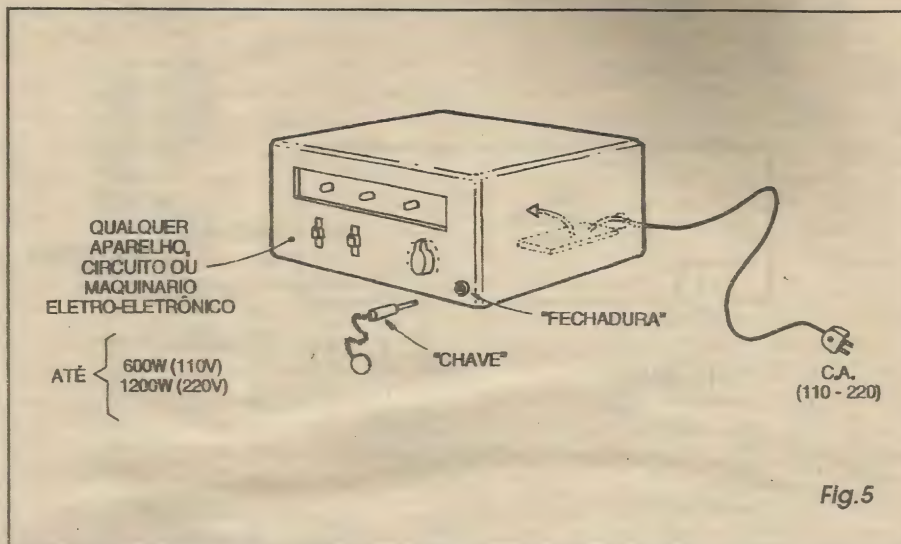

Fig. 5
- FIG. 5 - UMA POSSIBILIDADE PRÁTICA DE UTILIZAÇÃO DO SEL... - Se, por exemplo, um leitor/hobbysta pretender usar o uso de determinado aparelho eletrônico, de maneira que não precise passar a acionar (ligar-desligar) o aparelho, a figura dá uma boa ideia para isso pode ser conseguido com o **SEL**... Basta enfiar a plaquinha **SÓ EU LIGO** lá dentro do
O SENSOR DE SEGURANÇA CONTRA INCÊNDIO, mostrado em APE 64, é um projeto que venho procurando há muito tempo (inclusive já fiz algumas tentativas, de minha própria invenção, mas nenhuma com resultados totalmente positivos...). Realizei a montagem, experimentalmente (antes de partir para a versão definitiva...) e comprovei o funcionamento, porém com alguns probleminhas que agora relato, na esperança de que vocês possam me auxiliar a resolvê-los... Estou mandando um desenho de como acomodei os diodos sensores numa calha metálica, para recolher e sentir o calor... Depois de cuidadosamente calibrado, o circuito realmente funcionou, mas estou achando que a sensibilidade ficou muito reduzida, já que necessita de certa proximidade da fonte de calor, para as aplicações que pretendo, haveria a necessidade do circuito realmente perceber o calor numa distância maior, e mais rapidamente, o que não está ocorrendo no meu protótipo... Não consegui obter aquela parábola refletora indicada no artigo (fig. 5, pág. 7, APE 64)... Será que se o refletor/concentrador de calor não for exatamente conforme descrito, o SESCO não funcionará...? Além disso, haverá alguma maneira de tornar maior a própria sensibilidade do circuito...? Agradeço por qualquer auxílio que possam me dar, através do **CORREIO** (eu espero...) - Noemir C. de Souza - Recife - PE